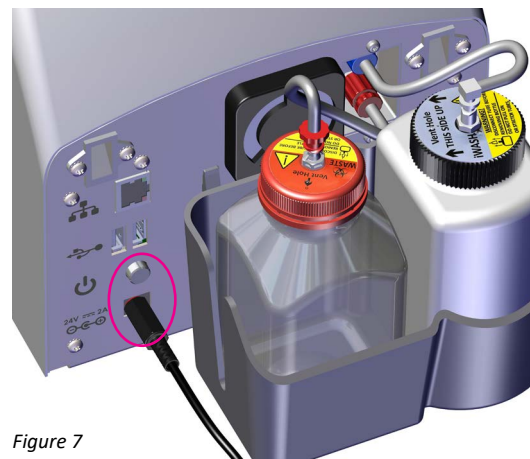

Figure 7
1. Brancher le cordon d'alimentation à l'alimentation électrique (figure 7).
1. Pour mettre l'analyseur sous tension, appuyer sur l'interrupteur marche/arrêt situé à l'arrière de l'analyseur (figure 7).